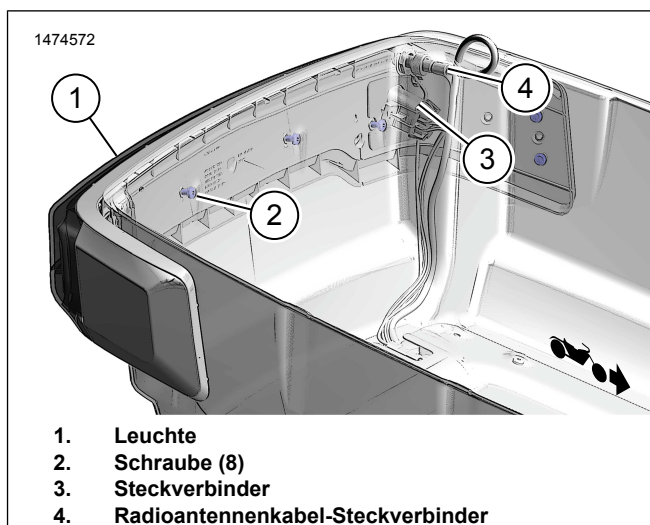

Abbildung 2. Rundumbeleuchtung
1. Siehe Abbildung 2. Die Leuchte (1) einbauen.
2. Mit Schrauben (2) befestigen. Festziehen. Drehmoment: 2,3–2,8 N·m (20–25 in-lbs)
3. Den Steckverbinder (3) einbauen.